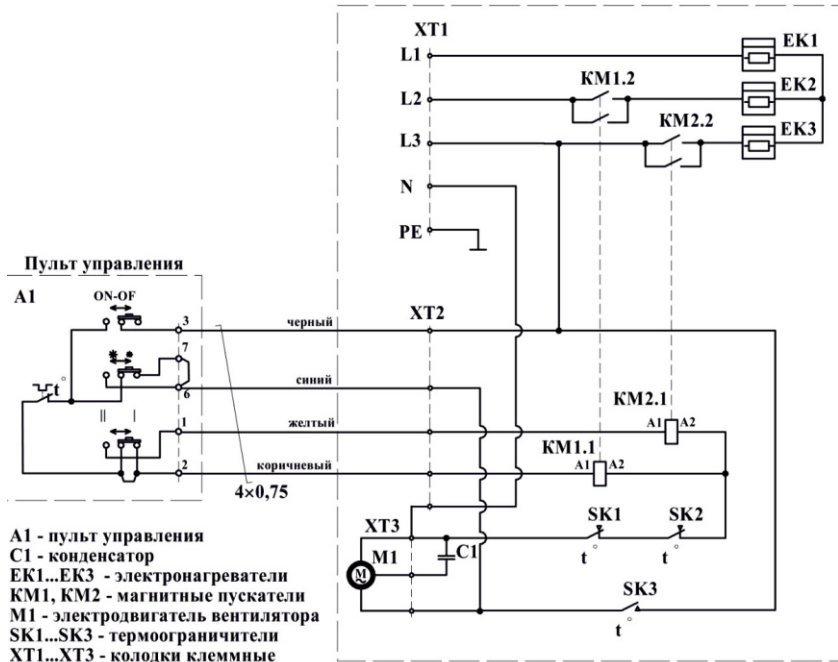

Рис.2. Схема электрическая RM-1220-3DY (380)
5.4 Электрическая схема завесы представлена на рис. 2 Приложения.